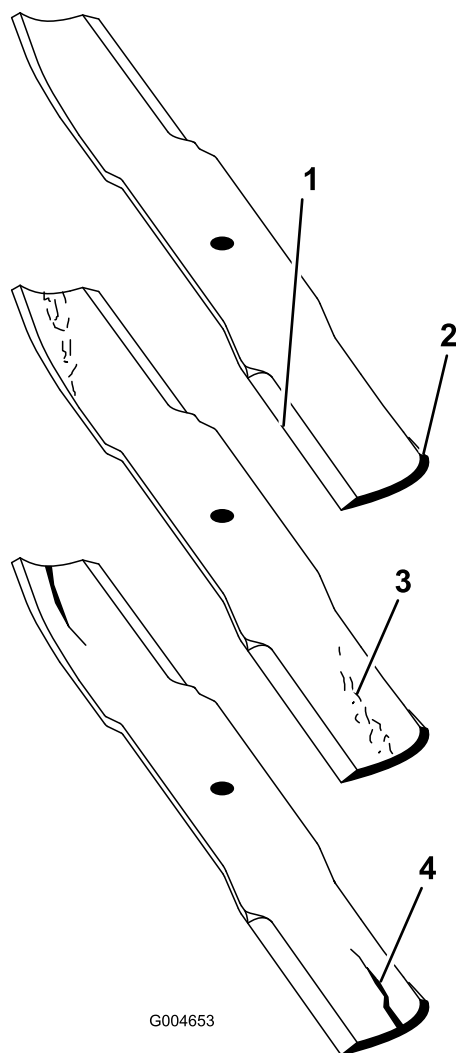

图 85
2. 仔细检查刀片的剪草端特别是刀片平面和曲面交接的部分 (图 85)。
注意 由于沙子和粗糙材料可能导致连接刀片平面与曲面的金属磨损请在使用机器之前检查刀片。如果看到出现磨损图 85 请更换刀片。